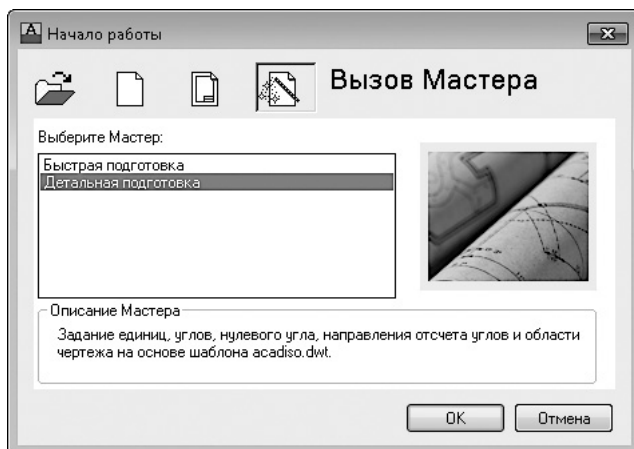

Рис. 1.32. Вызов мастера создания нового чертежа
1. В окне **Начало работы** нажмем кнопку **Вызов Мастера**, в области **Выберите Мастер** выделим пункт **Детальная подготовка**, а затем нажмем кнопку **ОК** (рис. 1.32).